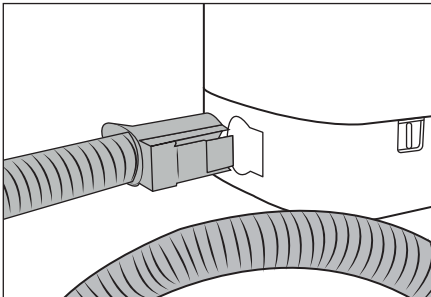

Abb. 2
- ◆ Stecken Sie den Sprüh-/Saugschlauch **19** in den Sprüh-/Saugschlauchanschluss **17** des Geräts, bis die Entriegelungstaste **21** einrastet (siehe Abb. 2).